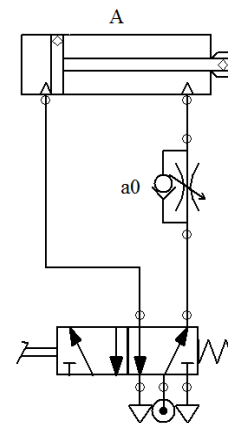

Figura 03 - Circuito pneumático.
35. Acerca do circuito pneumático apresentado na Figura 03, é correto afirmar que: